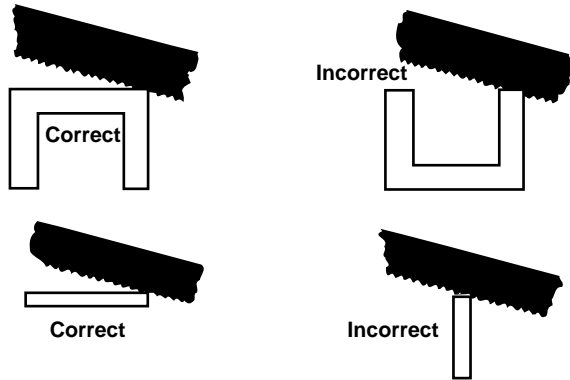

Figure 2 – Ouvrage correctement positionné pour coupe
1. S'assurer que l'ouvrage est bien arrimé et orienté de manière à ce que le plus grand nombre de dents contacteront durant la coupe (Figure 2).